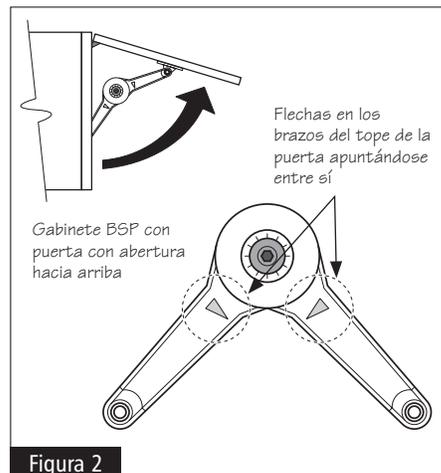

Figura 2
- 1 Como se entrega, la puerta para gabinete con bisagra superior para pared está orientada para una aplicación con abertura hacia arriba. Tenga en cuenta que las flechas estampadas en los brazos del tope de la puerta se apuntan entre sí. Consulte la figura 2.